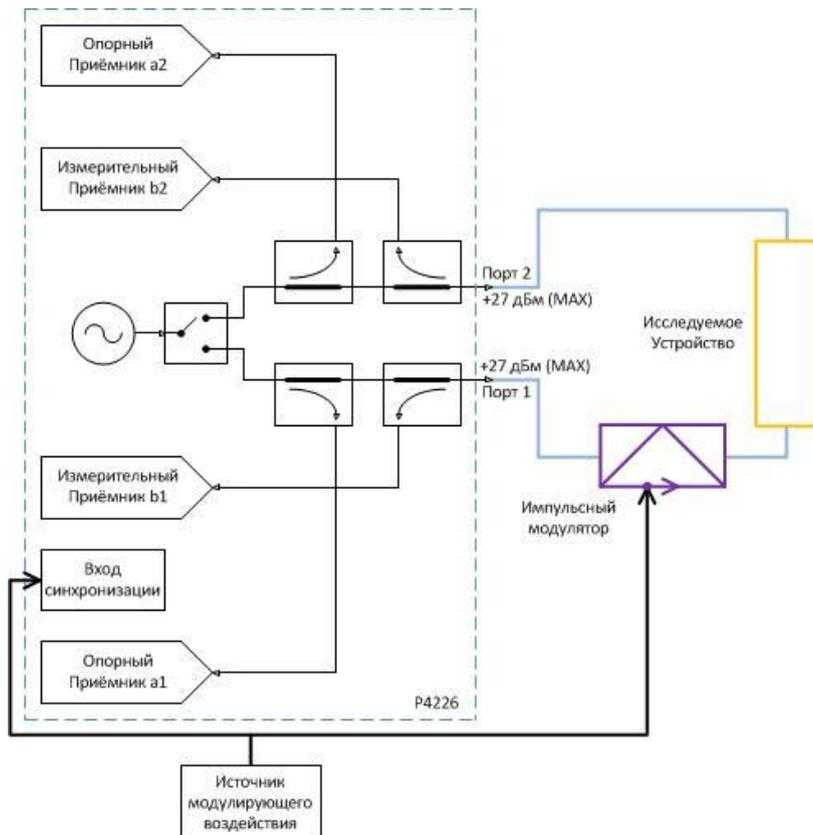

Рисунок 5. Схема измерения с внешним источником модулирующего воздействия.
3. Собрать измерительную схему, изображенную на рис. 5. Провести измерение профиля импульса для уточнения параметров импульсного сигнала, как было описано выше, при условии использования внешнего источника модулирующего сигнала.